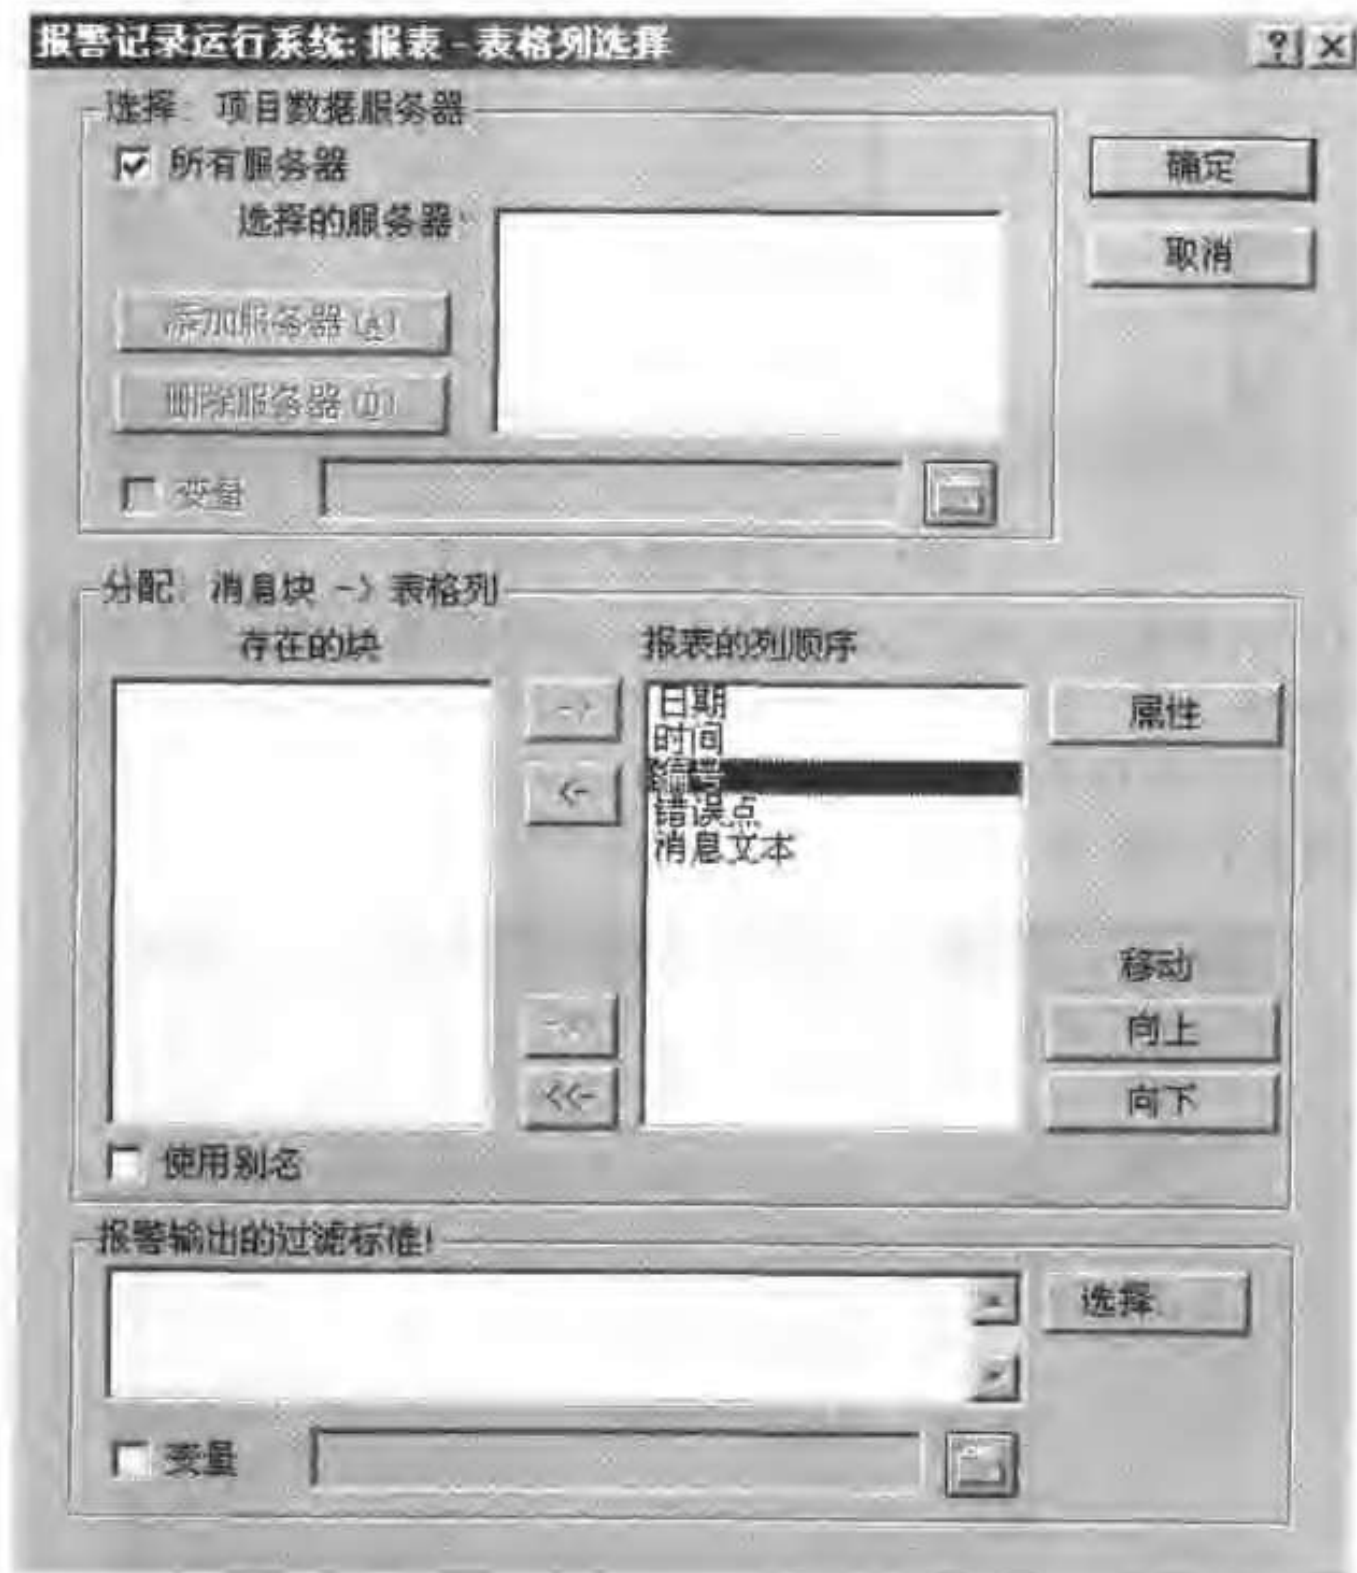

图9-6 “表格列选择”对话框
- 在动作列表中,双击“选择”条目,打开“报警记录运行系统:报表-表格列选择”对话框,如图9-6所示。